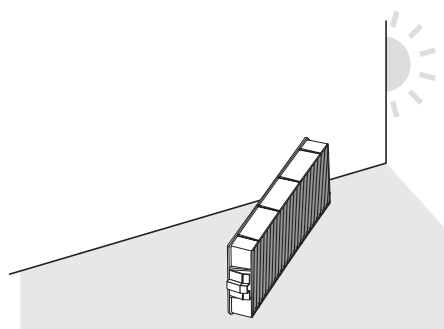

Figura 2
- Tire de la unidad de filtro de aire principal por las pestañas hacia fuera del proyector presionando ligeramente la perilla del centro del marco en el lado de terminales (posterior) hacia dentro tal como indica la flecha y quite la unidad principal de aire. (Figura 2)
2) Seque la unidad de filtro de aire. (Figura 2)
- 3) **Quite la unidad de la lámpara. (Figura 2)**